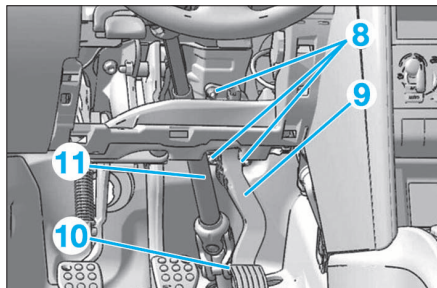

FIG. 13
- Déposer les écrous (8), puis déposer la pédale d'accélérateur (Fig.13).